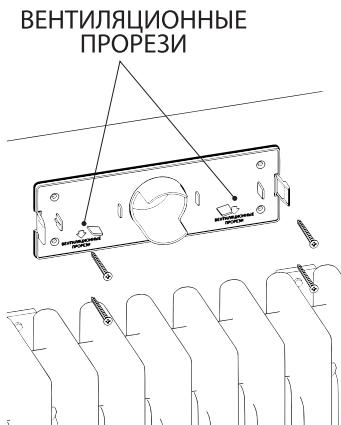

Рис. 7
6. Основание клапана, без крышки, посадочным местом устанавливается в воздушный канал вплотную к тепло-шумоизоляции. Предварительно убедитесь, что стрелки на основании с надписью **ВЕНТИЛЯЦИОННЫЕ ПРОРЕЗИ** направлены в низ. Далее осуществляется крепление основания к стене при помощи дюбель - гвоздей (Рис.7).
6. Основание клапана, без крышки, посадочным местом устанавливается в воздушный канал вплотную к тепло - шумоизоляции. Предварительно убедитесь, что стрелки на основании с надписью **ВЕНТИЛЯЦИОННЫЕ ПРОРЕЗИ** направлены вниз. Осуществляем крепление основания к стене с помощью дюбель - гвоздей (Рис.7).